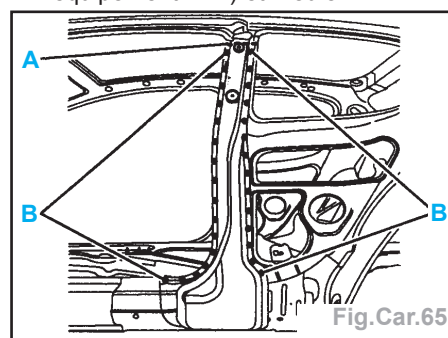

Fig.Car.65
- par cordons successifs en A au MIG (Fig.Car.65),